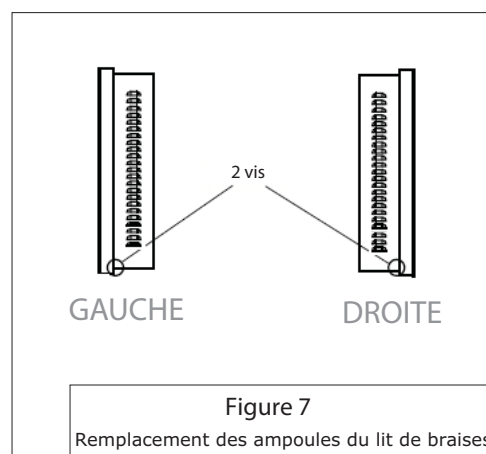

Figure 7
2. Retirez les 2 vis situées dans le coin inférieur gauche et dans le coin inférieur droit de l'appareil, derrière le panneau avant (figure 7).